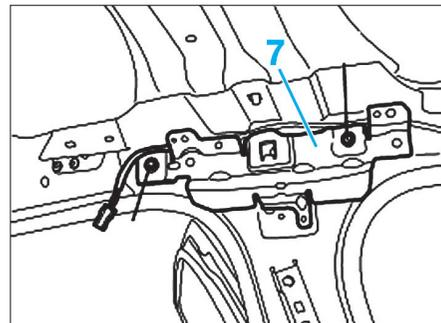

Fig. 17
- Si nécessaire, déposer le support d'airbag rideau (7) (Fig.17).